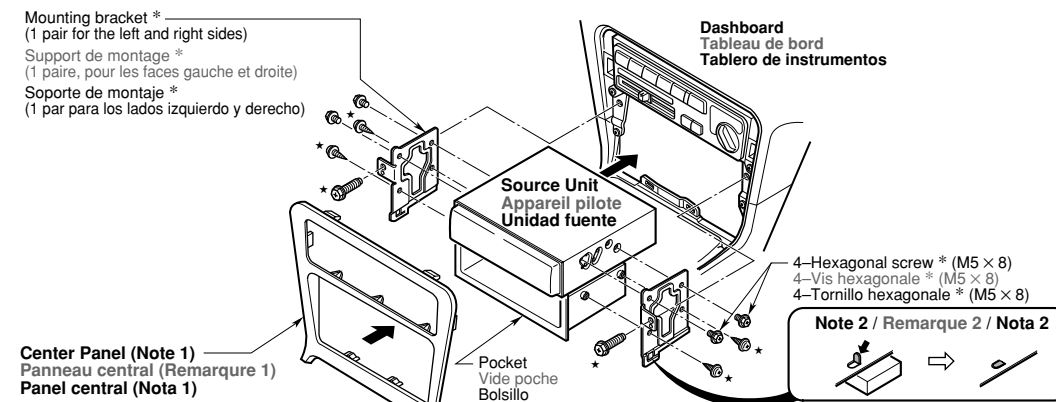

Figure 8 / Figure 8 / Figura 8
This unit is designed for fixed installation in the dashboard. If the vehicle is equipped with a factory-installed radio, install the source unit with the pieces and screws marked with an asterisk (*). (Figure 8)
1. Secure the mounting brackets to the chassis as shown in Figure 8. When the source unit is installed without the universal mounting bracket, holes exist; modification, such as drilling new holes, of the mounting brackets may be required for other models.
L'appareil est conçu pour une installation fixe dans le tableau de bord. Si le véhicule est équipé d'une radio installée en usine, installer le module source avec les pièces et les vis marquées d'un astérisque (*). (Figure 8)
1. Fixer les pattes de montage sur la carrosserie comme indiqué à la Figure 8. Pour installer le module source sans patte de montage universel, les orifices existent déjà; pour les autres modèles, il faudra peut-être modifier les pattes de montage (par exemple percer de nouveaux orifices).